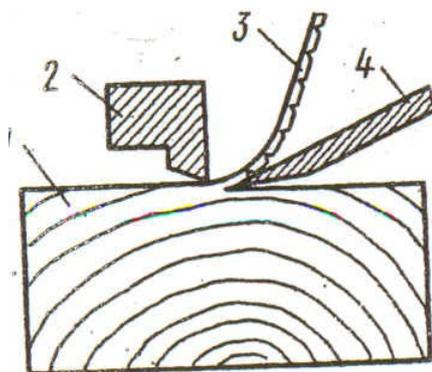

Рисунок 11 – Схема получения строганного шпона
По местоположению в бревне доски делят на сердцовые, центральные и боковые. Доски, содержащие сердцевину, называются сердцовыми, они менее прочные и гнилостойкие, имеют больше трещин, легко раскалываются. Боковых досок, получаемых после сердцовых или центральных, значительно больше по объему, они лучше по качеству: имеют меньше дефектов, меньше растрескиваются, коробятся и легче обрабатываются (рисунок 11).
**Строганный шпон** представляет собой тонкие листы древесины, которые получают путем строгания бруса поперек волокон на шпонострогальных станках (рисунок 11).